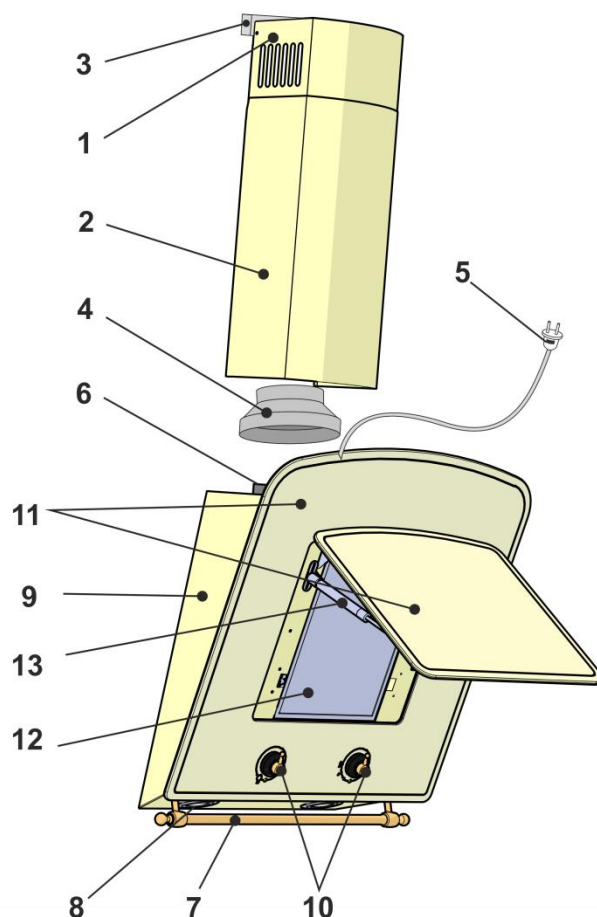

Рис.2
5.4 Вытяжка состоит из следующих составных частей (рис.2).